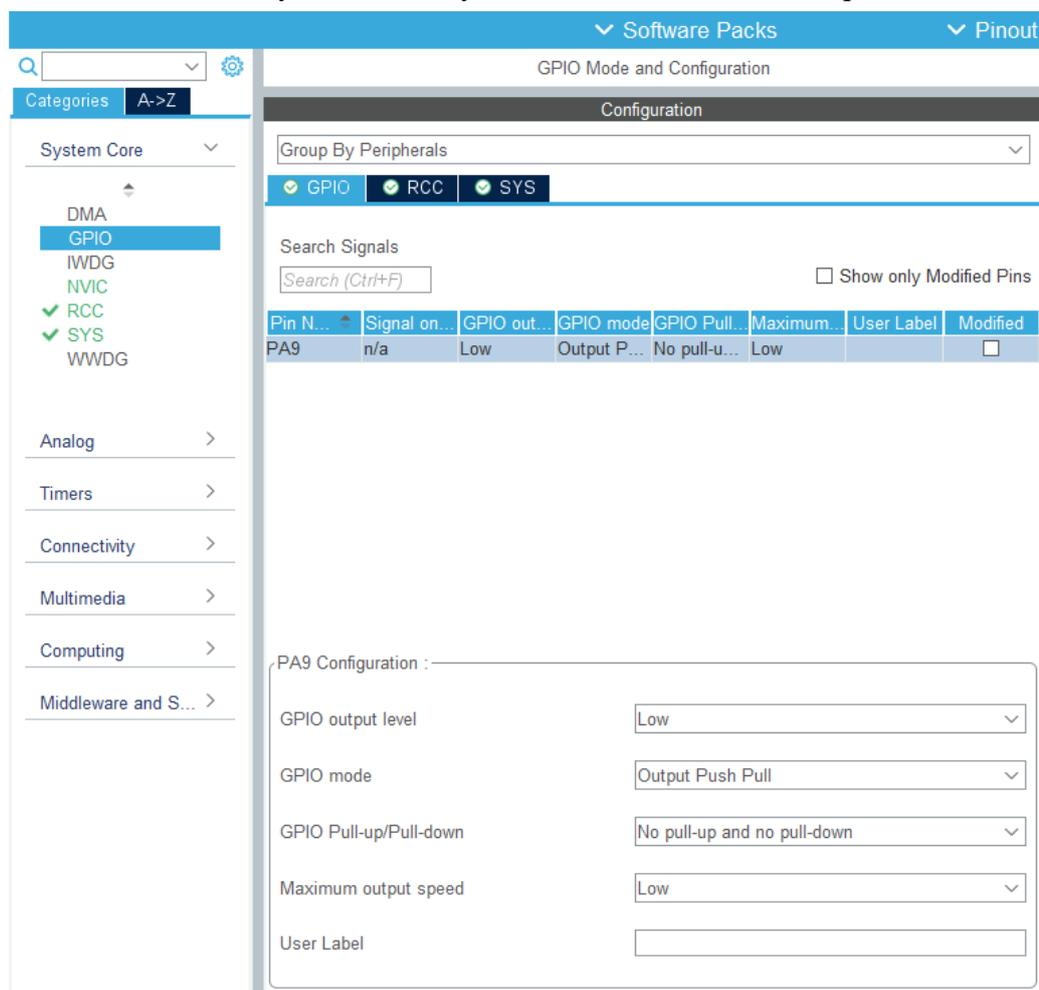

Рис. 1.6. Налаштування PA9.
1.15. Встановлені налаштування виводу PA9 повинні відповідати рис. 1.6.